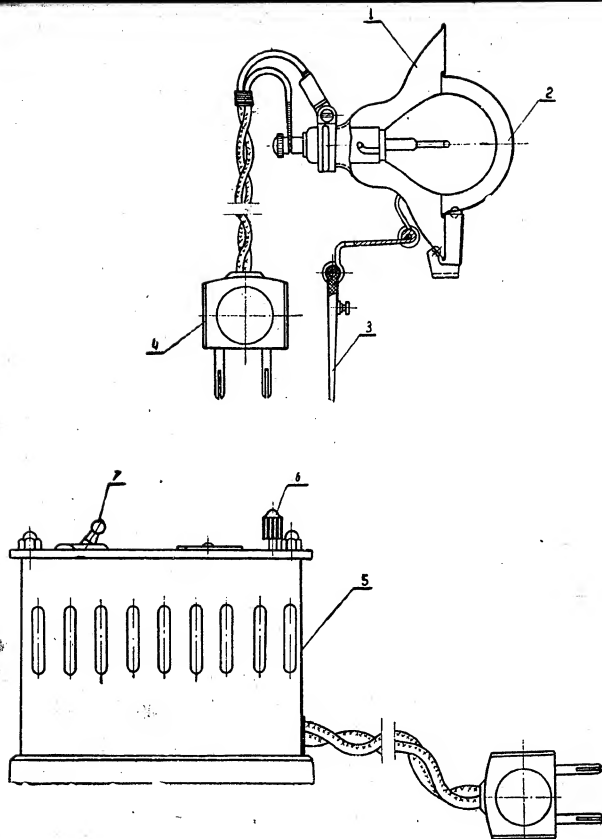

Рис. 1.
Лампа лобная с трансформатором состоит из двух основных частей (рис. 1): осветительного устройства и трансформатора.
Изменение напряжения производится переключателем (7) рис. 1, расположенным на верхней крышке трансформатора.